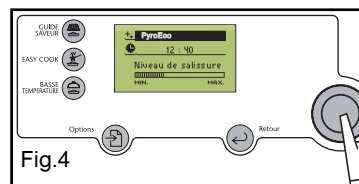

Fig.4
- Si nécessaire, retirez l'ensemble des glaces intérieures de la porte. Cet ensemble est composé d'une ou deux glaces selon modèle avec à chaque coin une butée caoutchouc noire (fig.4).
Si vous souhaitez différer le départ, sélectionnez l'heure de fin et modifiez la en entrant l'heure de fin de pyrolyse souhaitée (fig 4).